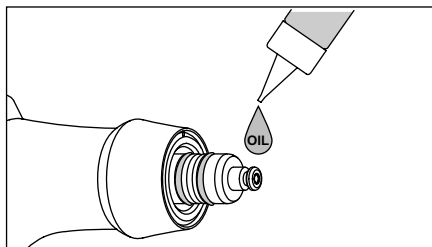

Fig. 14
- ① Asciugare bene l'O-ring del contenitore della polvere e depositarvi una piccola goccia dell'olio per turbina in dotazione, stendendola bene con le dita o altro supporto (Fig. 14).
- ② Sterilizzare in autoclave.